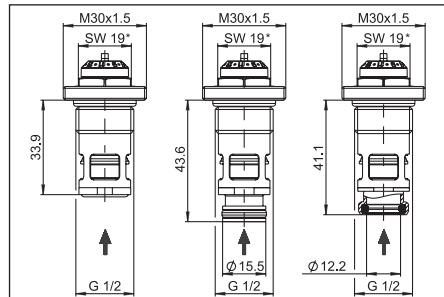

Fig. 1: Dimensions et sens de circulation type GHQ
- Le fluide doit passer au travers du mécanisme dans le sens de circulation spécifié (voir fig. 1 et 2).